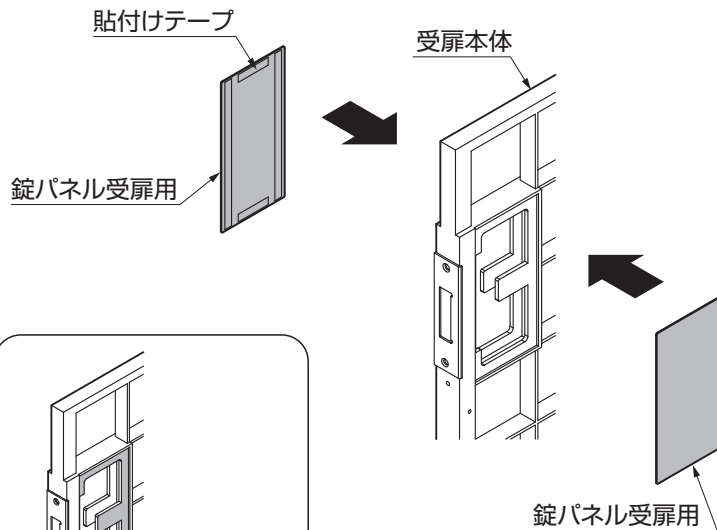

図3-2
- 錠パネルを貼り付ける部分に汚れや水分などがないことを確認してください。汚れや水分などがある場合、テープが貼り付きにくくなります。(図3-2参照)